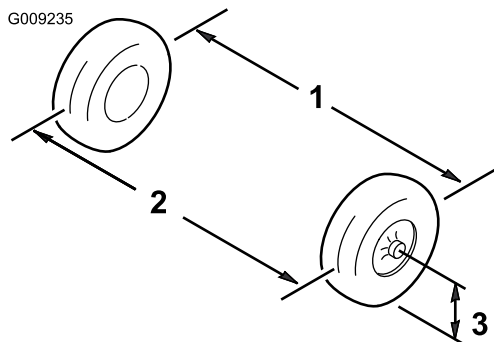

Figure 62
6. Mesurez la distance entre les roues avant à hauteur d'essieu, à l'avant et à l'arrière des roues (Figure 62).